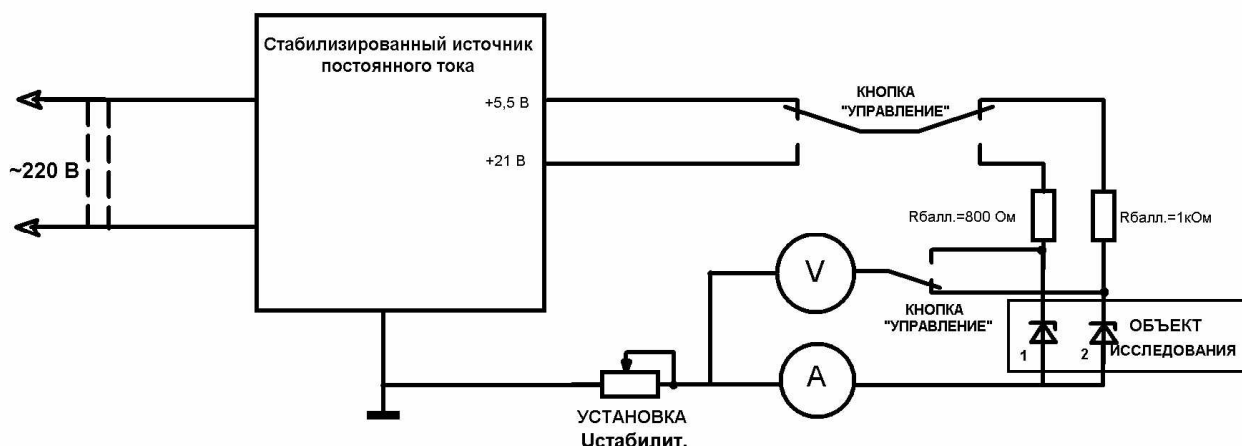

Рис. 1. Принципиальная электрическая схема для исследования стабилитрона и получения ВАХ
Принципиальная электрическая схема учебной установки для получения ВАХ диода на экране осциллографа (упрощенная) приведена на рис. 1.
Стабилизированное напряжение от источника питания постоянного тока подается через балластный резистор на исследуемый образец (объект исследования) – полупроводниковый стабилитрон. Сдвоенный переключатель (кнопка) «СТАРТ/УПРАВЛЕНИЕ» служит для перевода установки в рабочий режим (однократное нажатие после включения) и переключения между исследуемыми стабилитронами (лабораторная установка позволяет снять вольт-амперные характеристики для двух образцов). Вольтметр и амперметр, изображенные на схеме рис.7 отдельно, выполнены в виде цифрового «ИЗМЕРИТЕЛЬНОГО ПРИБОРА», все показания выводятся на ЖКД LCD индикатор. Кнопки «УСТАНОВКА Устабилит.» (на схеме рис.1 обозначены как переменный резистор) позволяют установить обратное напряжение на исследуемых стабилитронах до 5,5 В для первого и до 21 В для второго образца.
1. Ознакомиться с принципиальной схемой установки на рис. 1. Проверить целостность сетевого провода перед включением.